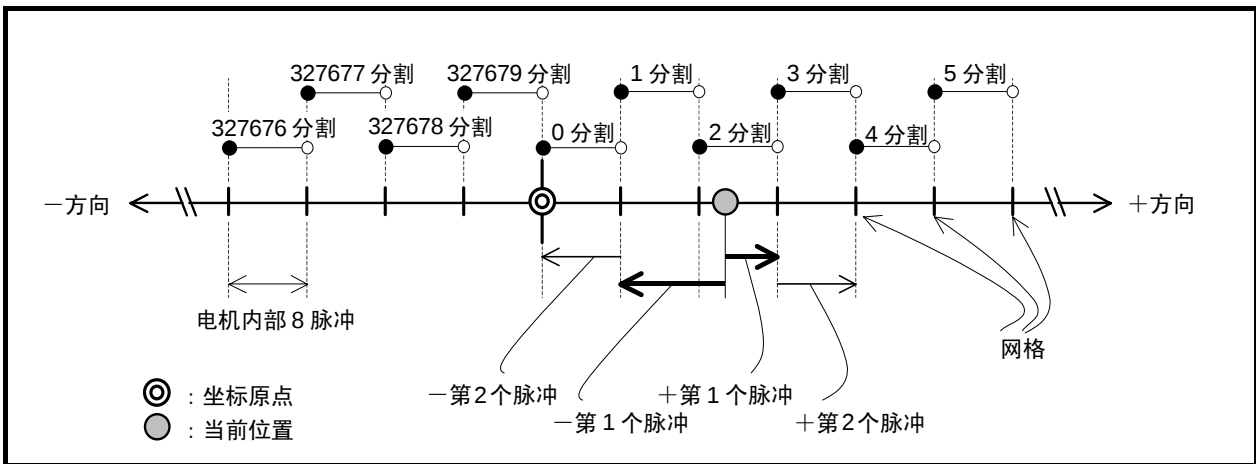

图 6-17: 脉冲串输入第一个脉冲时的电机运行
- 「图 6-17：脉冲串输入第一个脉冲串时的电机运行」显示了设定为 CR327 680 时的情况。